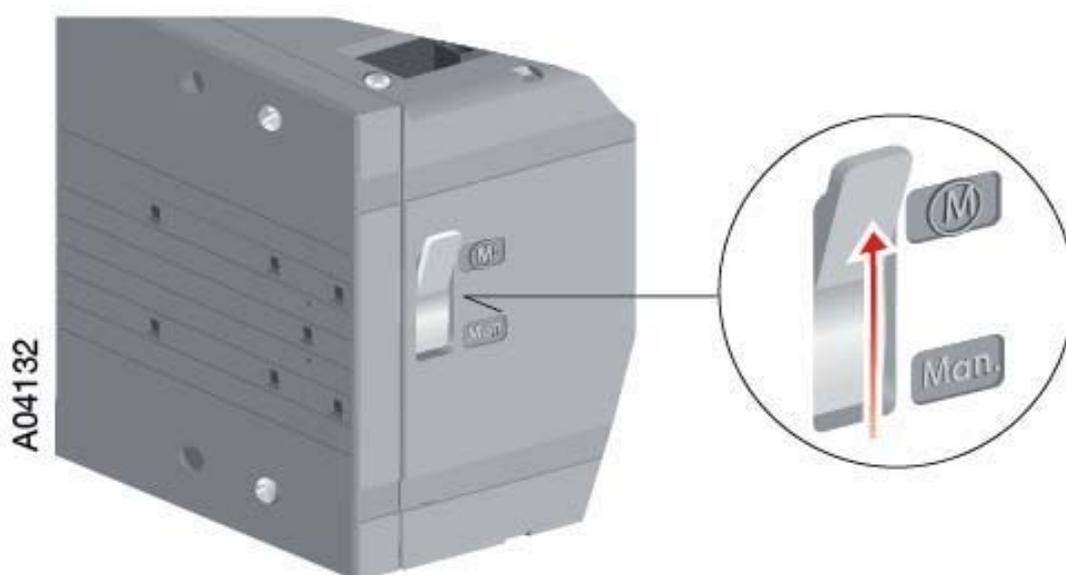

Рис. 19. Переключатель «Мотор/Ручное» в положении «Мотор» (M)
2. Переведите переключатель «Мотор/Ручное» в положение «Мотор» (M) как показано на рисунке (см. Рис. 19).